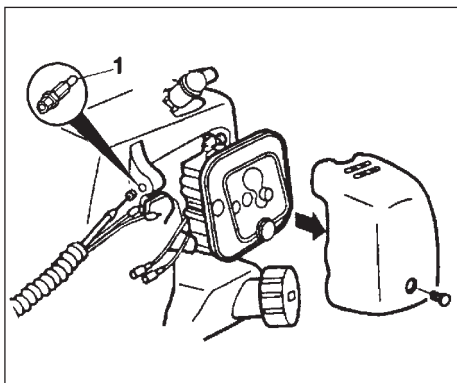
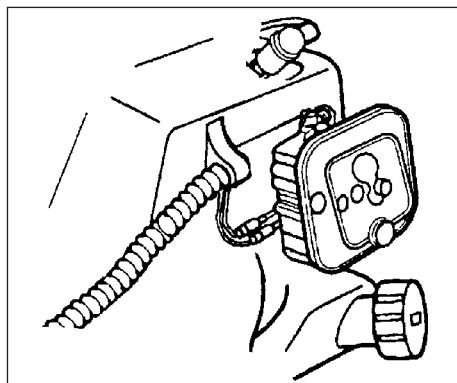

Fig. 1-4
Fig. 1-5
Fjern dekslet på luftfilteret. (Fig. 1-4) Koble til stoppesnoren. (Fig. 1-5)
Sett den ytre mottakeren (1) (hvis utrustet slik) inn i ståltrådlederen og før gass-ståltråden gjennom den ytre mottakeren. (Fig. 1-4)